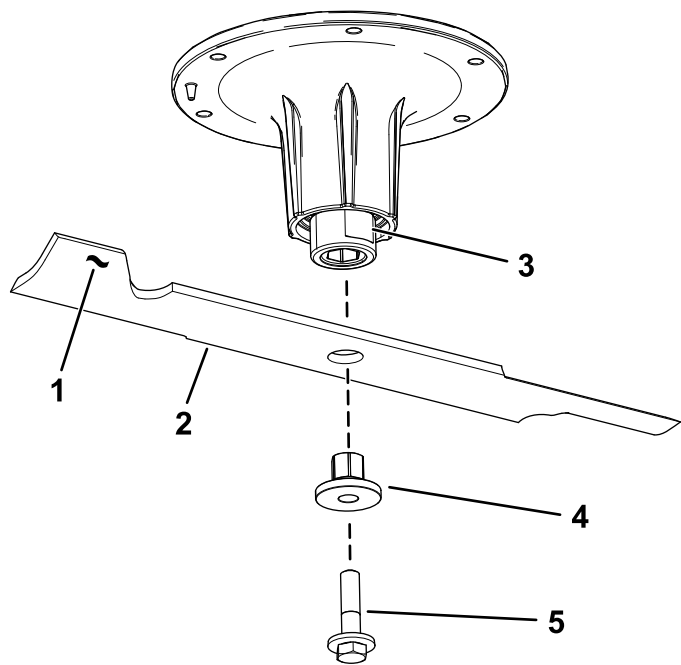

Figura 93
2. Retire el perno de la cuchilla, el casquillo y la cuchilla del eje (Figura 93).